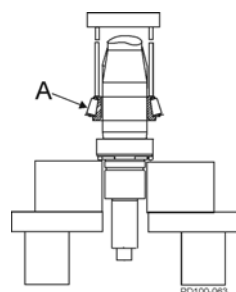

Figura 79 - Pressione o cone inferior no eixo
1. Levante o conjunto inferior de cones e de rolos (Figura 79, item A) para fora da pilha de rolamentos e posicione-o no eixo com o raio voltado para baixo. Pressione-o no eixo até que esteja posicionado contra o ressalto do eixo. **Pressione somente o cone interno.**